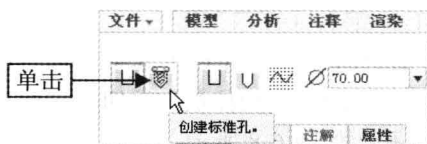

图 6-12 单击“创建标准孔”按钮
Step 02 在“功能区”选项板的“模型”选项卡中，单击“工程”面板中的“孔”按钮，弹出“孔”选项卡，单击“创建标准孔”按钮，如图 6-12 所示。